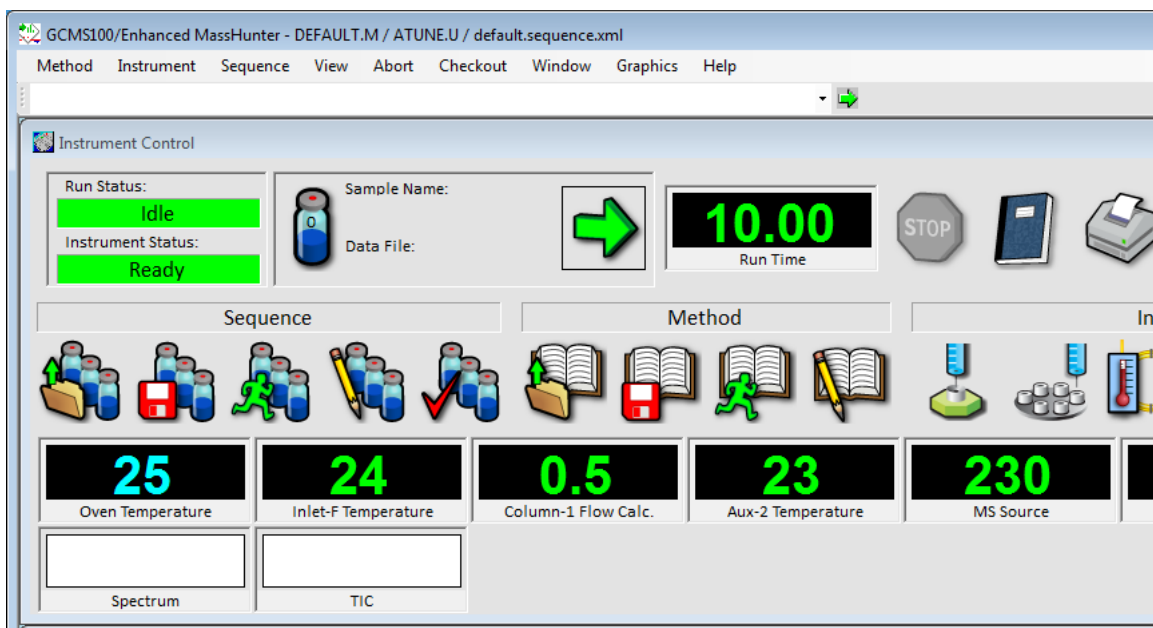

Figure 35 Positionnement des moniteurs
- 4 Sélectionner **Window > Arrange Monitors** (Fenêtre > Positionner moniteurs), ou cliquer sur chaque moniteur et faites-le glisser jusqu'à la position souhaitée. (Voir **Figure 35**.)